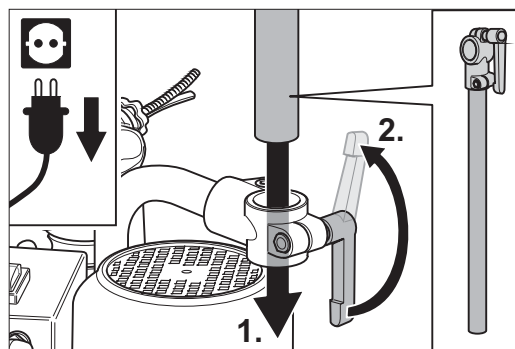

Abb. 9: Einführen des Führungsrohres in das Klemmstück des Rohrbogens.
- 1 Stecken Sie das Führungsrohr in das Klemmstück des Rohrbogens und ziehen Sie den Klemmhebel fest an (Abb. 9).